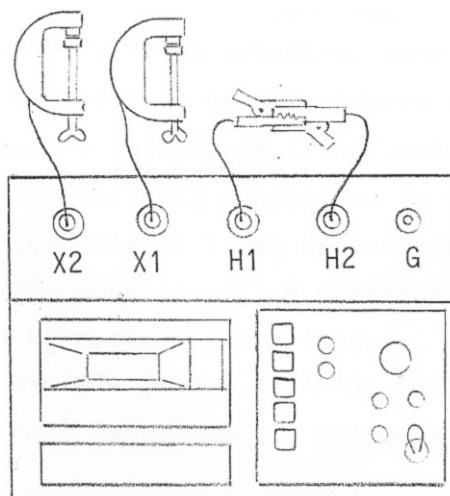

Fig 3
- Conectar a ponta ligada ao H1 Preta (15) á (fechar curto) ponta ligada ao H2 Vermelha (16) (fig 3)
- d – Ligar o instrumento com a chave ON/OFF (13), na posição ON (LOCK)
- Indicador Vermelho do Power (12)
- Indicador Verde de Battery (11)
- Indicador Verde de Polarity (8)
- Indicador Vermelho da Polarity (9)
- f – O display (2) deverá indicar